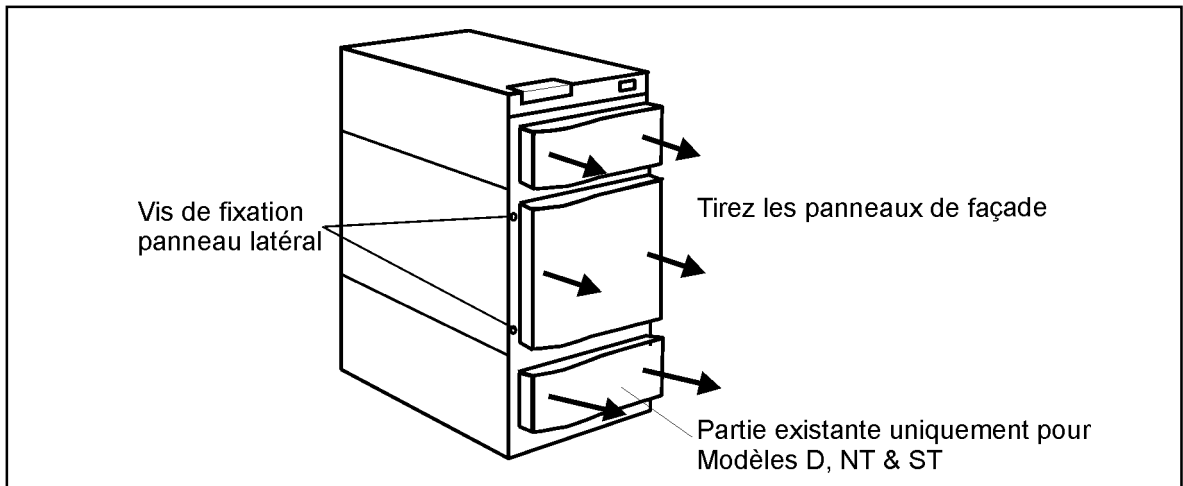

Fig. 4a. Retrait des panneaux frontaux et ouverture du côté gauche
6. Retirez les panneaux frontaux et ouvrez la partie de gauche (Fig. 4a).